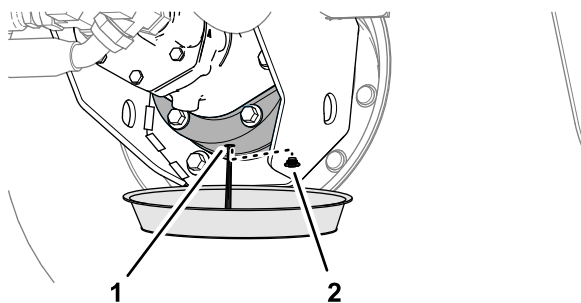

図 100
6. ブレーキハウジングの下に容器を置き、ドレンプラグを外してオイルが完全に抜けるのを待つ 図 100。